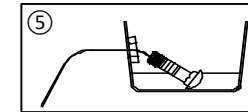

Figure 2
- 2. Enlever le panneau antipoussière (droit)** – À l'aide d'un tournevis à lame plate, retirer deux (2) rivets en plastique et à l'aide d'une douille 10 mm, retirer un (1) écrou. Remettre au propriétaire du véhicule.
- 3. Installer l'attelage - (a)** Installer les boulons de carrosserie. Retirer les bouchons en caoutchouc des trous d'accès du cadre situés sur le dessous du cadre à l'avant des trous de montage. Acheminer les boulons 7/16 po ① et les espaceurs ② à travers les trous d'accès à l'aide des fils de tirage ⑤ à travers les trous de montage situés sur la face extérieure du cadre des deux côtés, voir la **Figure 2**, et laisser le fil de tirage attaché. **(b)** Soulever l'attelage en position. Glisser les fils et les boulons à travers les trous de montage de l'attelage puis retirer le fil de tirage, poser lâchement la rondelle conique ③ et les écrous 7/16 po ④, voir la **Figure 1**.